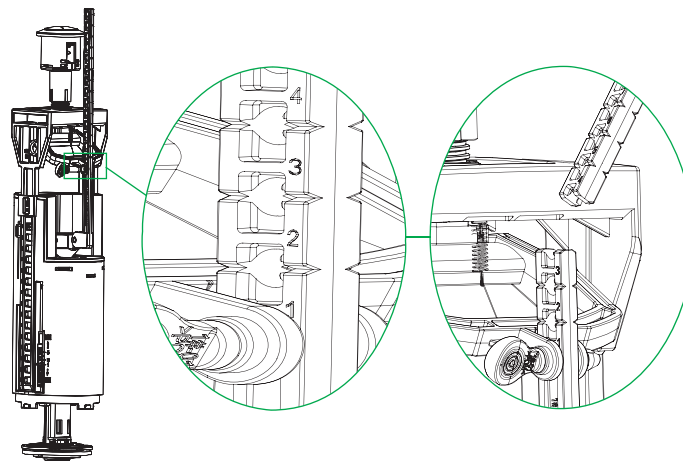

Рис. 5 / 5-сур.
- Для сокращения лишней длины тяги отступите на 2–3 отверстия выше места фиксации и аккуратно переломите тягу (рис. 5).